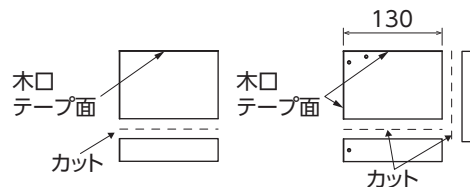

図4 前板の切断
- ・キット前板: 「引出し背板」と同じ高さ寸法に切断します。(図4)